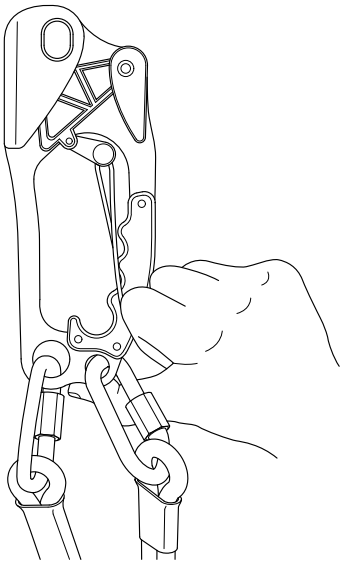

FIG. 1
1. Tenez le mécanisme et tirez vers l'arrière le bras à ressort et la poignée de la corde (Fig. 1)